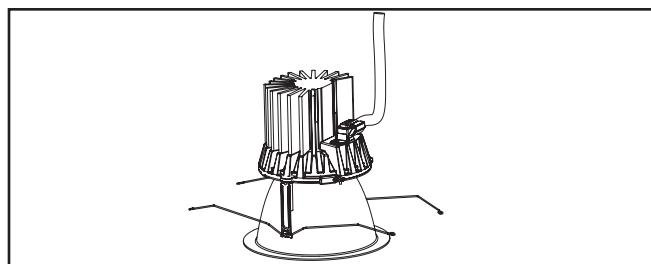

Figura 11.
10. Asegúrese de que el conector esté debidamente adherido. (Figura 11).